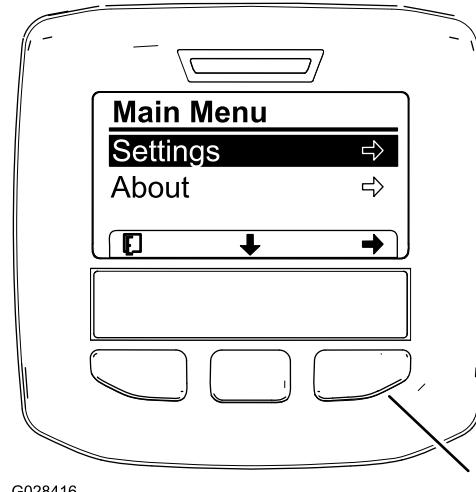
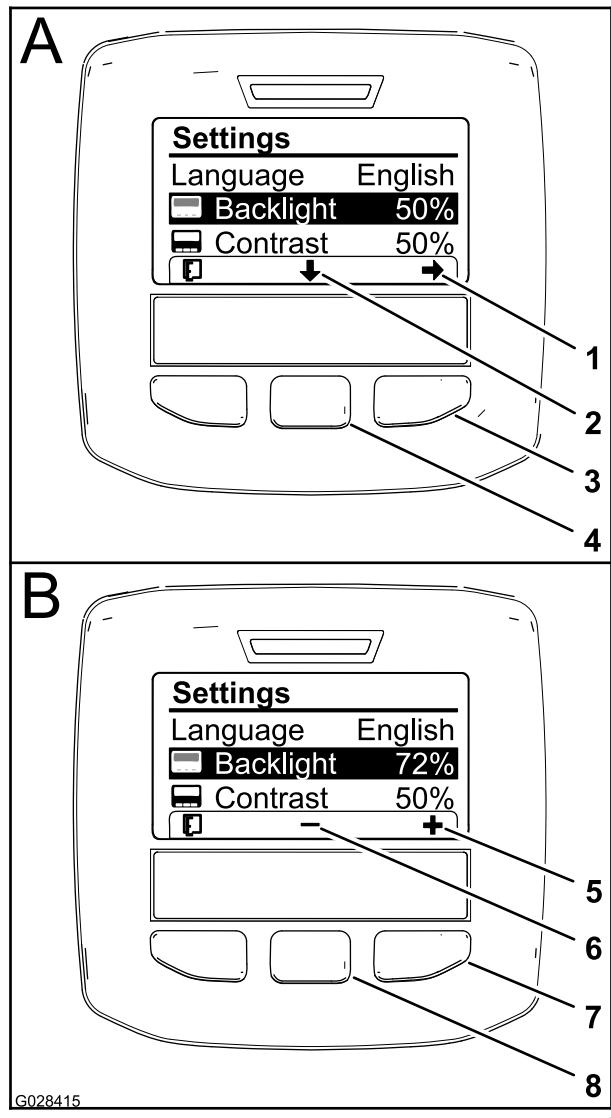

Figure 62
Figure 64
- Appuyez sur le bouton de sélection central pour accéder au menu principal (Figure 62).
5. Appuyez sur le bouton de sélection gauche pour sauvegarder votre ou vos choix, quitter le menu Réglages et retourner au menu principal (Figure 62).
2. Pour régler l'intensité du rétroéclairage, appuyez sur le bouton de sélection central (situé sous la flèche vers le bas dans l'affichage) pour sélectionner l'option de réglage du rétroéclairage (Figure 64).
3. Appuyez sur le bouton de sélection droit pour afficher le menu contextuel de réglage de la valeur (Figure 64).
- Utilisez les boutons de sélection droit et central pour modifier la luminosité de l'affichage (Figure 64).
- Appuyez sur le bouton de sélection gauche (situé sous l'icône de liste dans l'affichage) pour sauvegarder votre sélection, quitter le menu Rétroéclairage et retourner au menu Réglages (Figure 64).
- Pour régler le contraste de l'affichage, appuyez sur le bouton de sélection central (situé sous la flèche vers le bas dans l'affichage) pour sélectionner l'option de réglage du contraste (Figure 64).
- Appuyez sur le bouton de sélection droit pour afficher le menu contextuel de réglage de la valeur (Figure 64).
- Appuyez sur le bouton de sélection gauche (situé sous l'icône de liste dans l'affichage) pour sauvegarder votre sélection, quitter le menu Contraste et retourner au menu Réglages (Figure 64).
- Appuyez sur le bouton de sélection gauche pour quitter le menu Réglages et retourner au menu principal (Figure 62 et Figure 64).
- Appuyez sur le bouton de sélection gauche pour retourner à l'écran d'accueil (Figure 64).